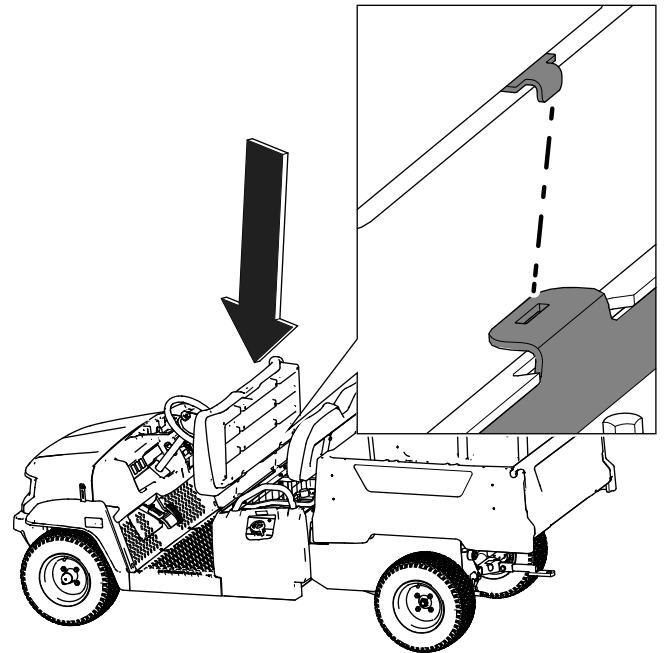

Figure 33
1. Placez le coussin sur le support (Figure 33).